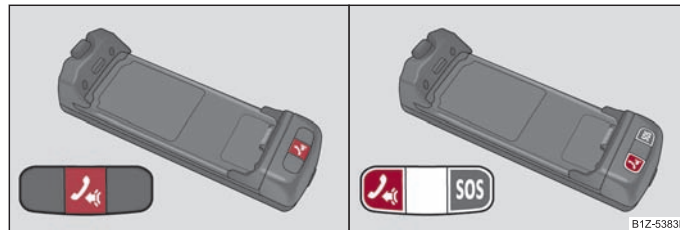

Fig. 125 Imagine: Adaptorul cu o singură tastă/Adaptorul cu două taste
Prezentarea funcției tastei  (PTT - „push to talk”) de pe adaptor ⇒ **fig. 125**:
Pe unele adaptoare se găsește, pe lângă tasta , și tasta  ⇒ **fig. 125** - dreapta. După apăsarea tastei timp de 2 secunde, se selectează numărul 112 (apel de urgență).
- printr-o scurtă apăsare a tastei  de pe adaptor¹⁴⁾ ⇒ pagina 122, fig. 125;